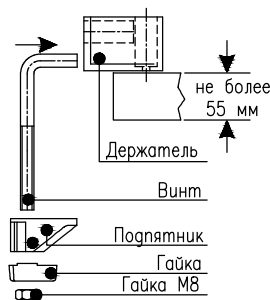

Рис.1
- у светильника "Надежда" собрать (см. рис.1) и закрепить на месте установки зажим-струбцину;